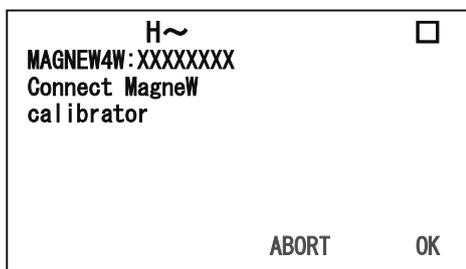

図3-3-3-2
- ③ 図3-3-3-3が表示されます。ここで調整するゲインを選択します。選択したらENTERを押してください。今回は0.0m/sの調整を行います。